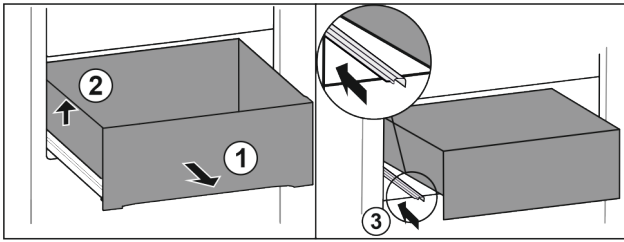

Fig. 31
- ▶ Витягніть висувний ящик до упору. Fig. 31 (1)
- ▶ Підняти висувний ящик ліворуч. Fig. 31 (2)
- ▶ Вставити ліву рейку. Fig. 31 (3)